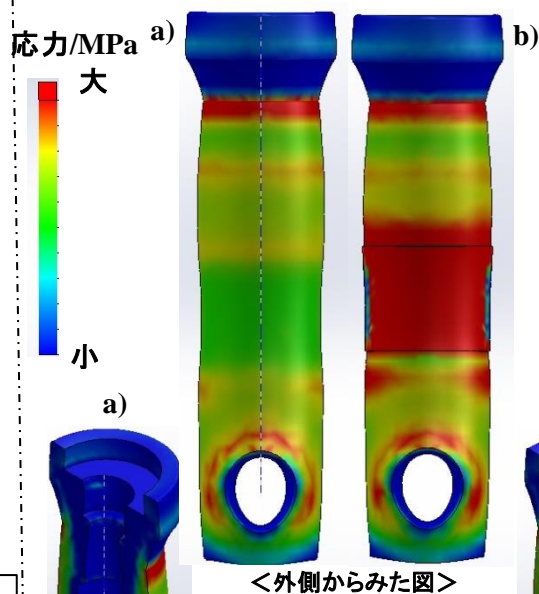

図2 応力分布と強調した変形図
- ・結果: 大きな応力が首部の付け根、吐出孔周囲の外面、パウダーライン部外面とその近辺に生じた。(図2)